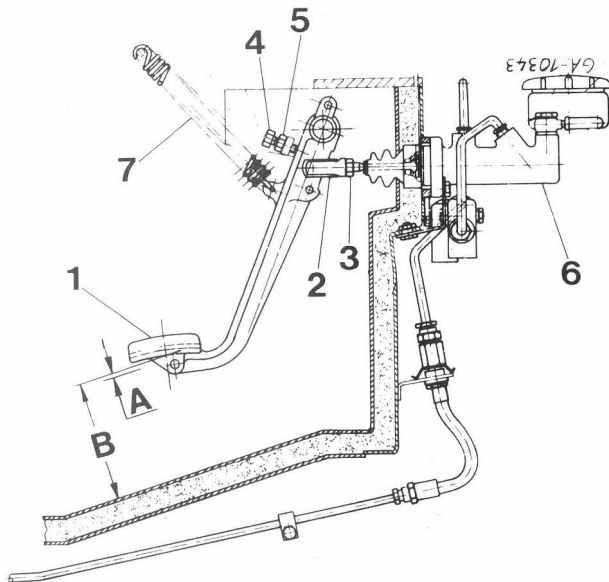

Figure 100
Vérifiez et réglez le jeu (A) Fig. 100 de la façon suivante :